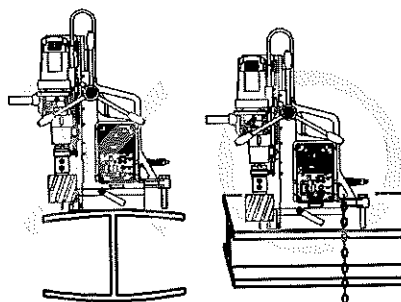

図9
- マグネットは材料の長手方向と平行にセットしてください。(図9)